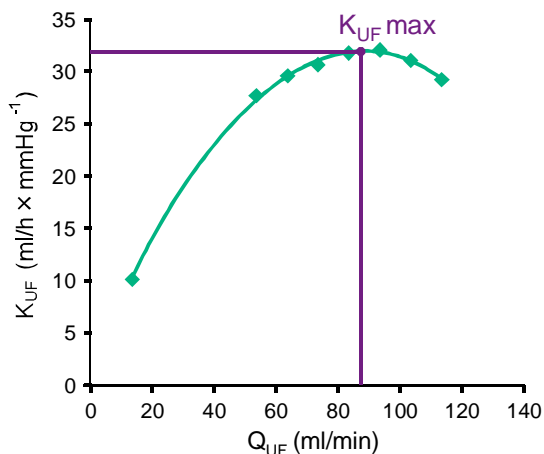

Рис. 11-23 Принцип определения K_{UFmax}
Для расчета K_{UF} (также см. раздел 13.10 Формулы (414)) аппарат устанавливает конвективный поток Q_{UF} , измеряет TMP и рассчитывает коэффициент ультрафильтрации K_{UF} . Определение K_{UF} для различных значений Q_{UF} представляет собой типичную параболическую функцию (Рис. 11-23): сначала K_{UF} возрастает вплоть до вершины параболы (максимальное значение), а затем понижается, если Q_{UF} все еще высокое. Путем соотнесения определенных значений с кривой регрессии ($f(x) = Ax^2 + Bx + C$) можно вывести максимальный коэффициент ультрафильтрации (K_{UFmax}) и соответствующий конвективный поток (Q_{UF}).